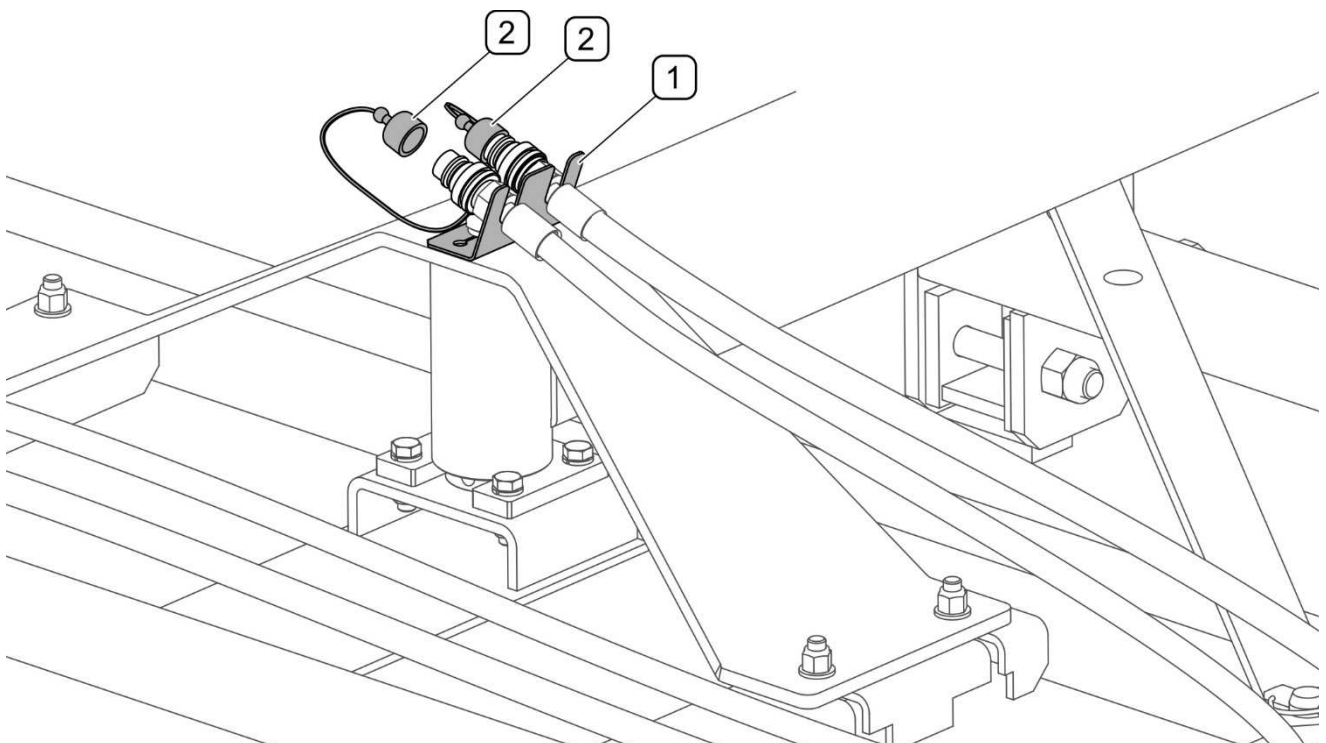

ABB. 4.14 Sicherung der Steckverbindungen nach dem Abtrennen vom Schlepper
- Den Stützfuß (1) herablassen und auf die richtige Höhe einstellen.
- Die Anschlüsse der Hydraulikleitungen vom Schlepper entfernen, mit Abdeckkappen sichern und an der speziellen Halterung am Rahmen (ABB. 4.14),